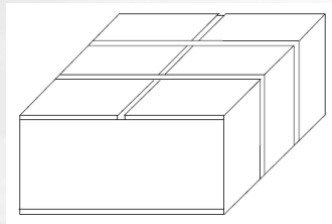

Рис. 2-5 Осторожное размещение на платформе
- 1) Упаковочный ящик должен быть осторожно установлен на платформу, как показано на рис. 2-5.